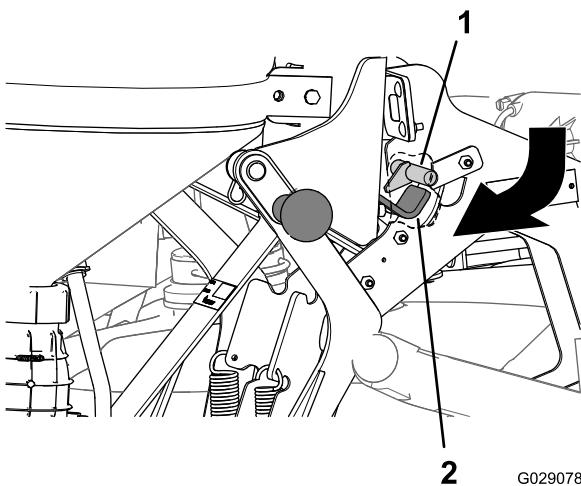

Bild 34
3. Ziehen Sie den Ejektorgriff nach außen und unten, bis der Haken des Riegels an der Innenseite der Rückplatte nicht mehr die Verriegelungsstange des Hauptstützrahmens berührt (Bild 34).
3. Üben Sie auf die Griffe oben an der Wiege Druck aus, bis der Haken des Riegels hinter der Verriegelungsstange des Hauptstützrahmens ausgefluchtet ist (Bild 34).